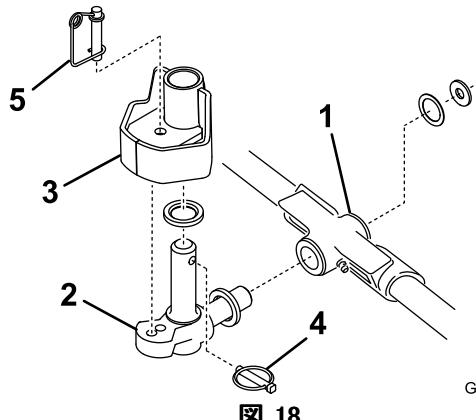

図 18
1. スラスト・ワッシャを、ピボット・ナックルの水平シャフトに差し込む（図 18）。
2. ピボット・ナックルの水平シャフトをキャリア・フレームの取り付け穴に差し込む(図 18)。
3. スラスト・ワッシャ、平ワッシャ、フランジヘッドネジを使って、ピボット・ナックルをキャリア・フレームに固定する(図 18)。
4. ピボット・ナックルの垂直シャフトにスラスト・ワッシャを差し込む(図 18)。
5. ピボット・ナックルの垂直シャフトを外している場合には、ここで昇降アームのピボット・ハブに差し込む(図 18)。昇降アームのステアリング・プレートの下にある2枚のゴム製センターリングバンパーの間に、ピボット・ナックルを挟む。
6. ピボット・ナックルのシャフトに付いている穴にリンチ・ピンを差し込む(図 18)。
注 カッティングユニットを固定モードで使用する場合には、ステアリング・ロック・ピンをピボット・ナックルの取り付け穴に差し込んでください(図 18)。
11. ステアリング・ロック・ピンの下にスプリングを掛ける(図 18)。